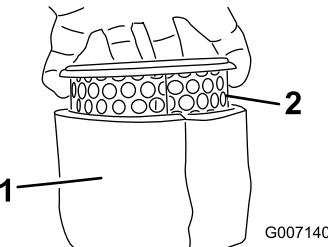

Figura 51
6. Deslice cuidadosamente el filtro de gomaespuma para separarlo del filtro de papel (Figura 51).
1. Deslice cuidadosamente el prefiltrado de gomaespuma sobre el elemento de papel (Figura 51).